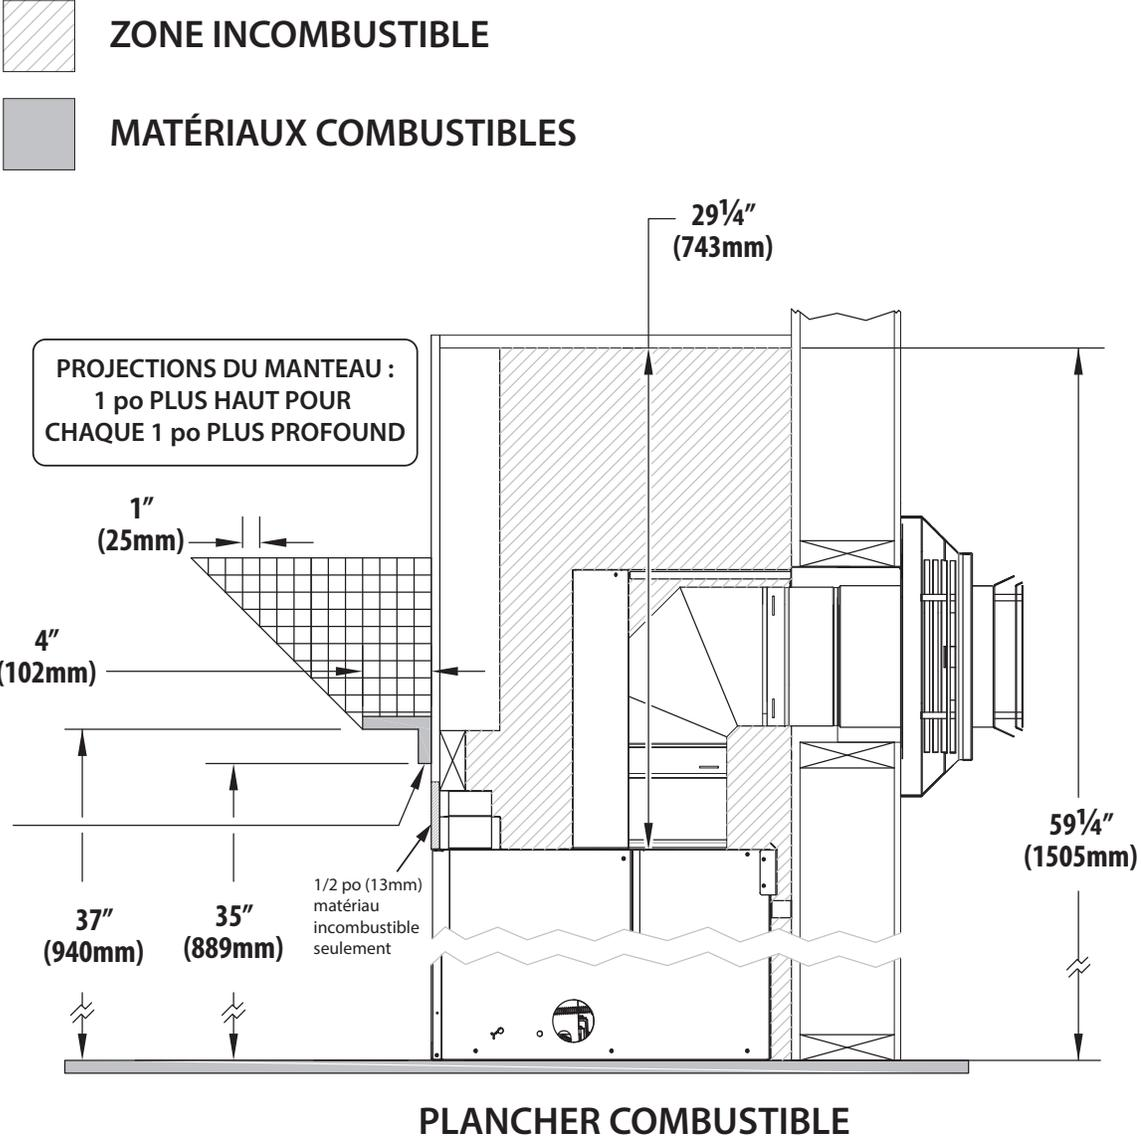

FIGURE 4.1 Exigences du manteau
- Profondeur du manteau combustible - Comme la **FIGURE 4.1** l'indique, la bordure de finition de 3/4 po (19 mm) peut commencer à 35 po (889 mm) au-dessus de la châsse du foyer avec un manteau de 4 po (102 mm) commençant à 37 po (940 mm) au-dessus de la châsse du foyer. La profondeur du manteau peut augmenter de 1 po (25 mm) pour chaque 1 po (25 mm) de hauteur additionnelle, à partir d'un manteau de 4 po (102 mm).